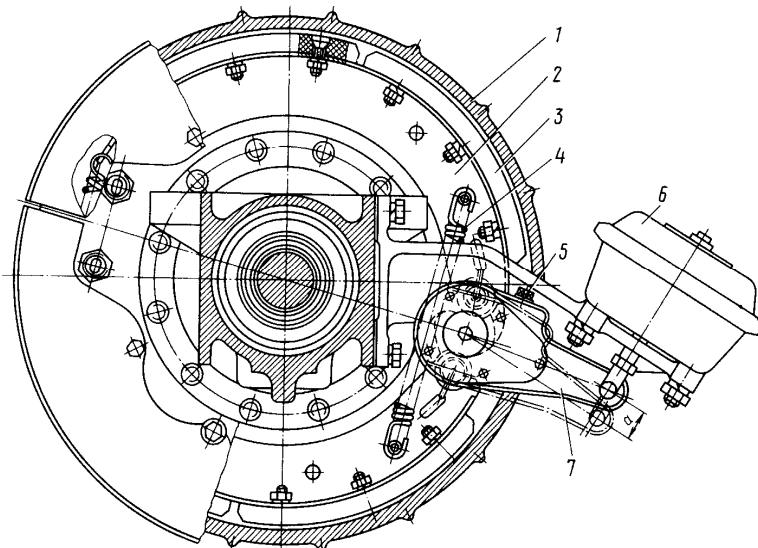

Рис. 71 Рабочий тормоз
- Выжмите педаль тормоза и проверьте ход штоков тормозных камер 6 (рис. 71). Ход штоков должен быть в пределах 30 - 45 мм, разность хода правого и левого штоков должна быть не более 7 мм.